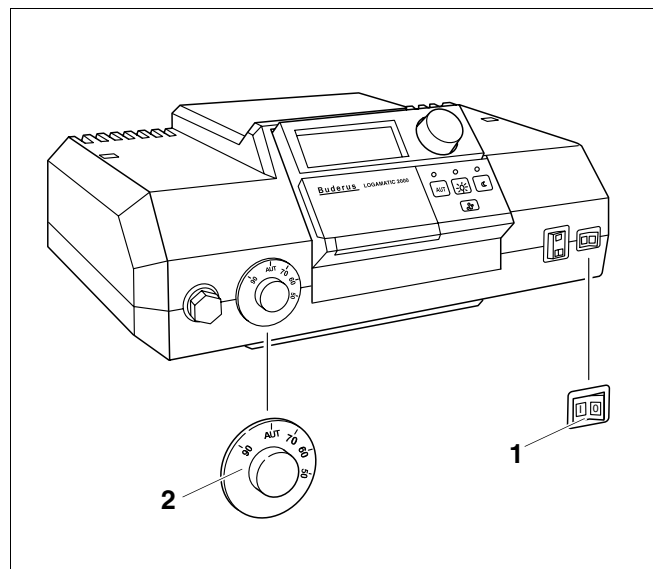

Fig. 3 Aparato regulador (aquí p. ej.: Logamatic 2000)
Ponga en marcha la caldera a través del aparato regulador (en el ejemplo (fig. 3): aparato regulador de la serie 2000). Al poner en marcha el aparato regulador, el quemador se pondrá automáticamente en funcionamiento. A continuación, el quemador podrá ponerse en marcha desde el aparato regulador. Encontrará más información al respecto en las instrucciones de uso del aparato regulador correspondiente o del quemador.
- Coloque el regulador de temperatura del agua de la caldera (fig. 3, **pos. 2**) en "Automático".
- Posicione el interruptor "Funcionamiento" (fig. 3, **pos. 1**) en "I" (ON).
Ponga fuera de servicio la caldera a través del aparato regulador (en el ejemplo (fig. 3): aparato regulador de la serie 2000). Al poner fuera de servicio el aparato regulador, el quemador se desconecta automáticamente.
- Posicione el interruptor "Funcionamiento" (fig. 3, pos. 1) en "0" (OFF).